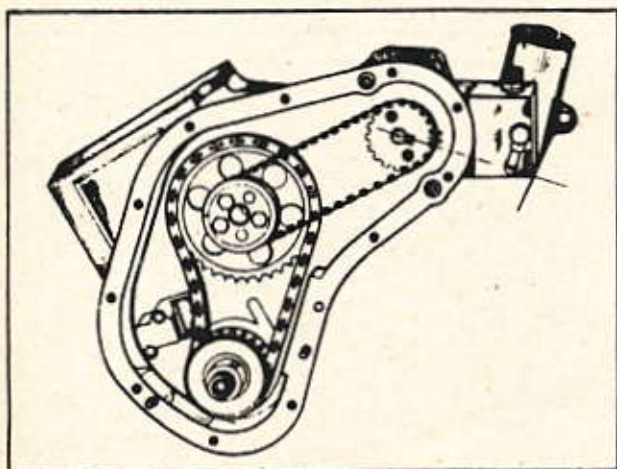

Fig. 7. — Orientation de la clavette de l'arbre de pompe au moment du calage
- Orienter la clavette de l'arbre de pompe vers l'angle inférieur de la tête hydraulique (fig. 7).